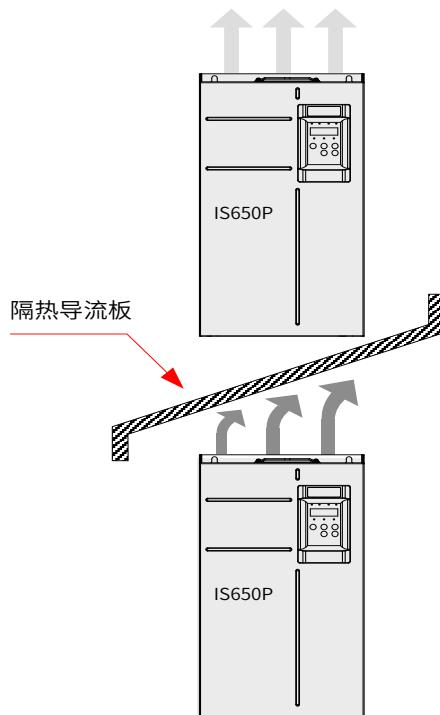

图 2-7 上下安装要求
- 请向上垂直安装驱动器，便于热量向上散发。若柜内有多台驱动器时，请并排安装。在需上下安装的场合，请参考图 2-7，安装隔热导流板。